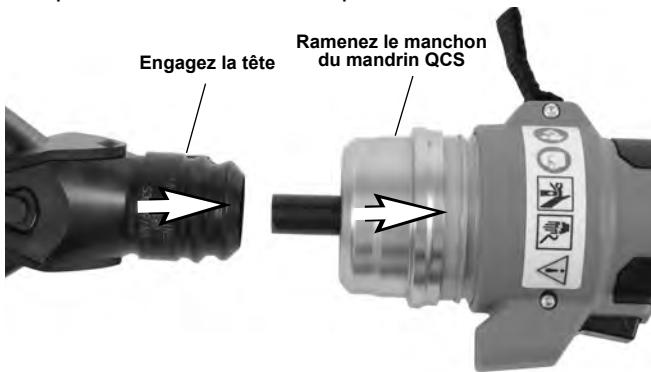

Figure 6 – Montage d'une tête interchangeable sur la pince multifonction
2. Examinez les travaux envisagés afin de sélectionner la pince RIDGID et les têtes interchangeables appropriées. L'utilisation d'une tête interchangeable mal adaptée risque de provoquer des blessures, d'endommager l'appareil et de nuire à l'intégralité des connexions. La liste complète des têtes interchangeables RIDGID prévues pour cet appareil se trouve dans le catalogue Ridge Tool, en ligne à www.RIDGID.com ou www.RIDGID.eu ou auprès des services techniques Ridge Tool en composant le (800) 519-3456.
6. Retirez le bloc-piles de l'appareil. Ramenez le manchon du mandrin QCS de la pince multifonction en arrière, puis retirez ou introduisez la tête interchangeable appropriée. Relâchez le manchon pour verrouiller la tête interchangeable (*Figure 6*). Assurez-vous que la tête interchangeable prévue pour l'application envisagée est entièrement engagée et verrouillée dans